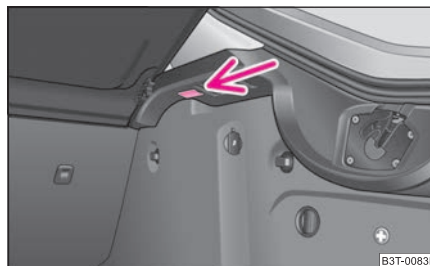

Abb. 227 Gepäckraumleuchte ausbauen
- Setzen Sie einen schmalen Schraubendreher in den Schlitz ein ⇒ Abb. 227 und nehmen Sie die Leuchte vorsichtig heraus.